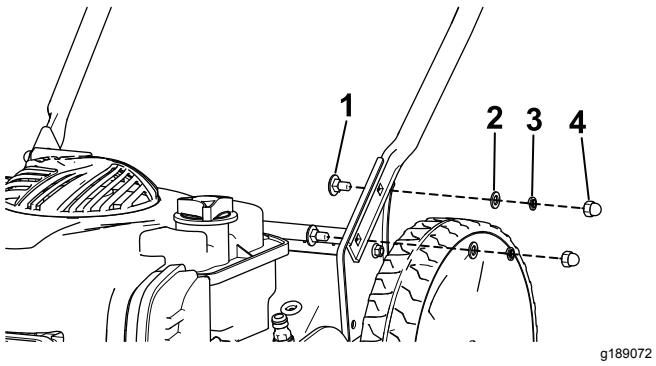

Figura 3
- Sujete el manillar inferior a la carcasa del cortacésped con 4 pernos, 4 arandelas planas, 4 arandelas partidas y 4 tuercas (Figura 3).